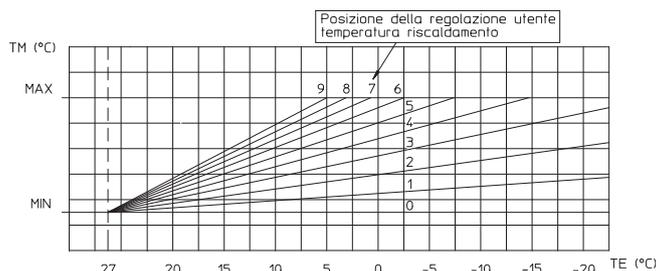

Fig. 1-7
La sonda è collegabile direttamente all'impianto elettrico della caldaia e consente di diminuire automaticamente la temperatura massima di mandata all'impianto all'aumentare della temperatura esterna in modo da adeguare il calore fornito all'impianto in funzione della variazione della temperatura esterna. La sonda esterna agisce sempre quando connessa indipendentemente dalla presenza o dal tipo di cronotermostato ambiente utilizzato. La correlazione fra temperatura di mandata all'impianto e temperatura esterna è determinata dalla posizione del selettore presente sul cruscotto di caldaia secondo le curve rappresentate nel diagramma (Fig. 1-7). Il collegamento elettrico della sonda esterna deve avvenire ai morsetti 38 e 39 sulla scheda elettronica della caldaia (Fig. 3-2).
• **Funzionamento con sonda esterna optional (🌡️).** In caso di impianto con la sonda esterna optional la temperatura di mandata della caldaia per il riscaldamento ambiente è gestita dalla sonda esterna in funzione della temperatura esterna misurata (Parag. 1.9). E' possibile modificare la temperatura di mandata scegliendo la curva di funzionamento mediante i pulsanti (5 e 6) selezionando un valore da "0 a 9" (Fig. 1-7).